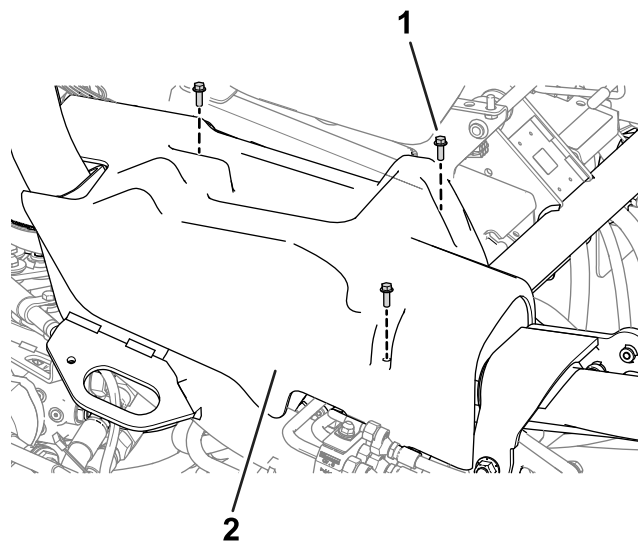

Figure 9
4. Déposez le couvercle droit (Figure 9) de la machine.
8. Reposez le couvercle droit (Figure 9) de la machine.